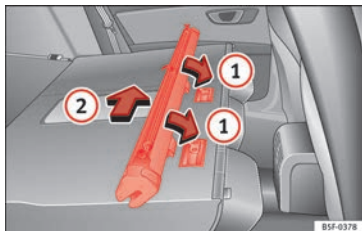

Fig. 169 Montaggio della rete divisoria sugli schienali del sedile posteriore.
- Posizionare la scatola della rete nelle rientranze della guida seguendo la direzione indicata dalle frecce » **fig. 169 ①**.
- Spingere la scatola verso il lato sinistro del veicolo nel senso della freccia » **fig. 169 ②** fino a fine corsa.
- Tirare la scatola della rete spostandola di circa 5 cm in senso contrario a quello indicato dalla freccia » **fig. 169 ②**.
- Estrarre la scatola dalla guida tirando in direzione contraria rispetto alle frecce » **fig. 169 ①**.